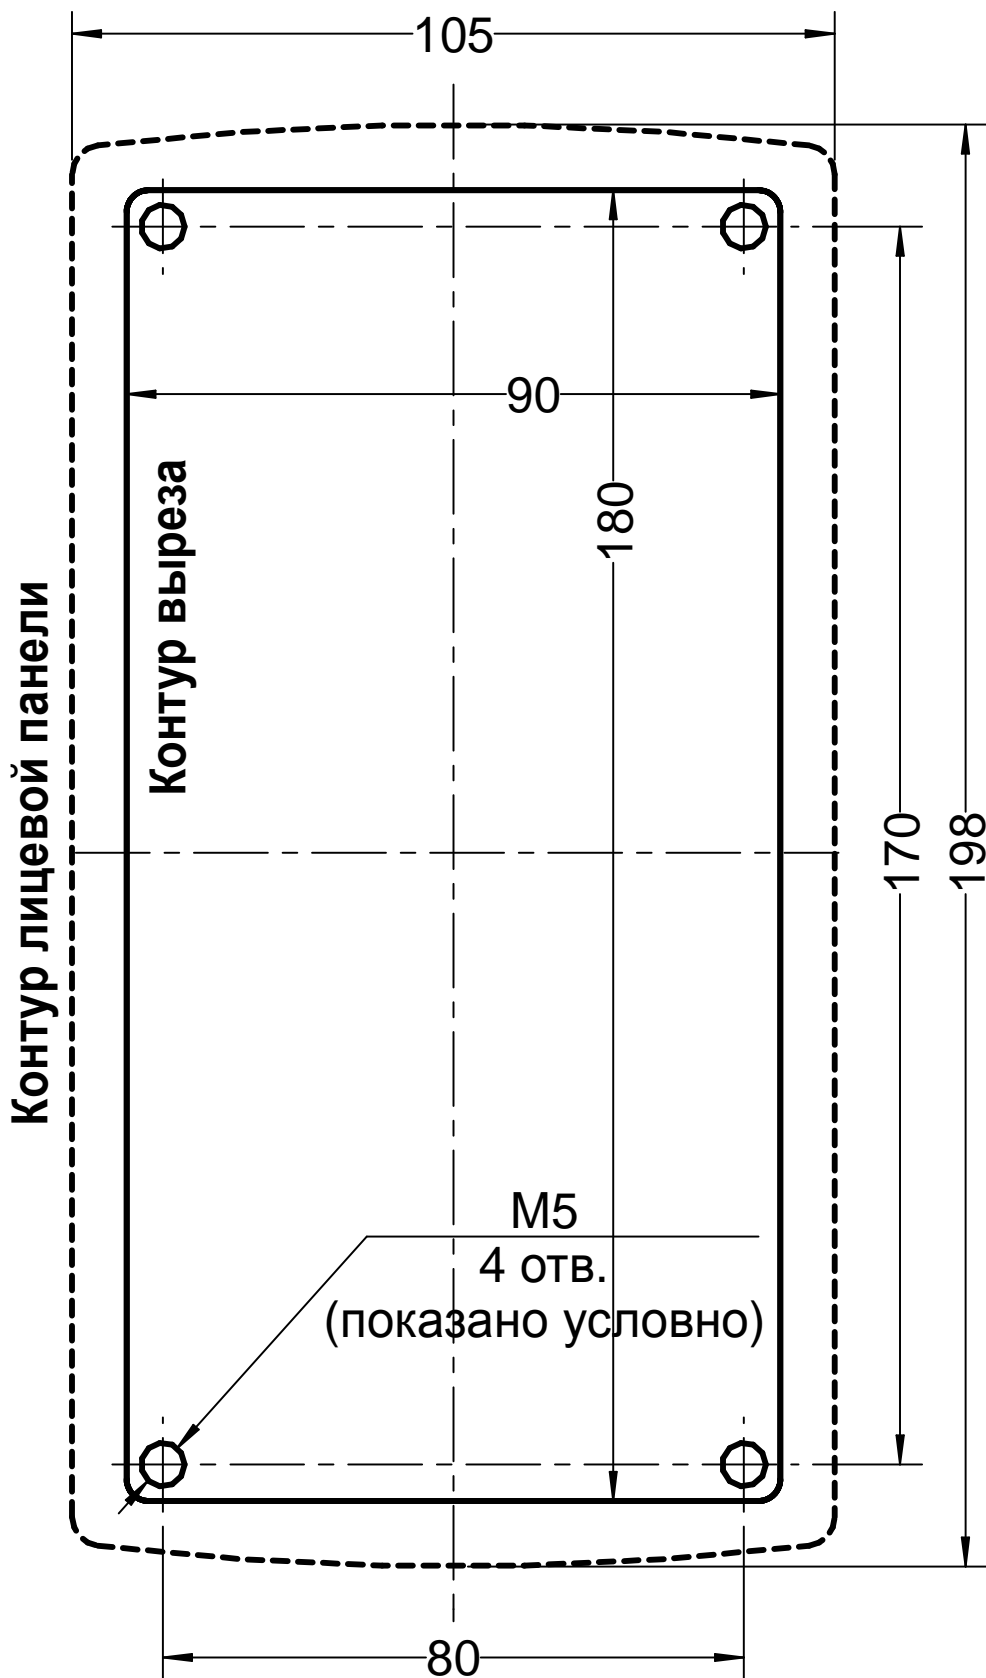

Рис. 1. Разметка под установку блока вызова.
2. Подготовьте нишу для установки блока вызова (рис.1).